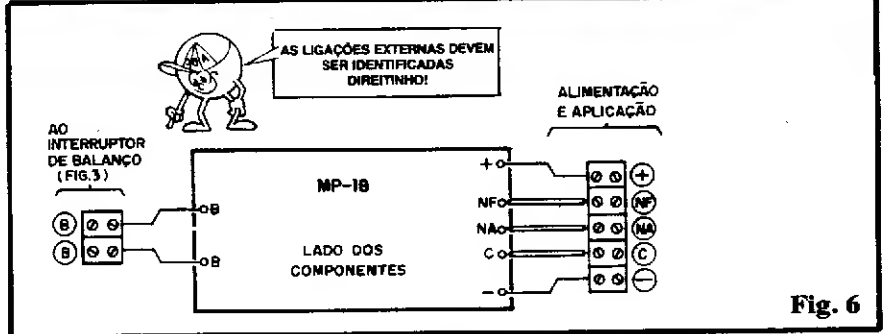

Fig. 6
- FIG. 6 - As (poucas) conexões externas, feitas através de fios curtos, diretamente às barras de conectores parafusados que servirão para a instalação definitiva do MP-18 no veículo que o dispositivo irá proteger... Para que as "coisas" permaneçam em bom nível, procurem usar fio **vermelho** entre o ponto "+" da placa e a respectiva conexão do **positivo**, na barra. Um fio **preto**, portanto, deve ser usado entre o furo "-" do Impresso, e o respectivo segmento **negativo** da barra externa. Observem ainda que as conexões correspondentes aos pontos "NF", "NA" e "C" devem ser feitas com fios ou cabos mais "taludos", já que por eles circulará a corrente relativamente "brava" de acionamento de buzinas ou outros